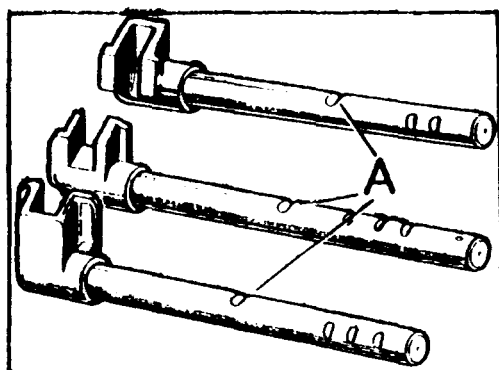

Fig. C-89 Posición de las horquillas respecto a los ejes selectores
- 3.2. Situar las horquillas en los ejes, alineando los orificios para los tornillos de las horquillas con las muescas existentes en la parte superior de los ejes selectores. En el eje selector de 1ª y 2ª se tendrá en cuenta que la muesca - donde se tiene que fijar la horquilla es la más próxima a la parte delantera del eje (Fig. C-89).